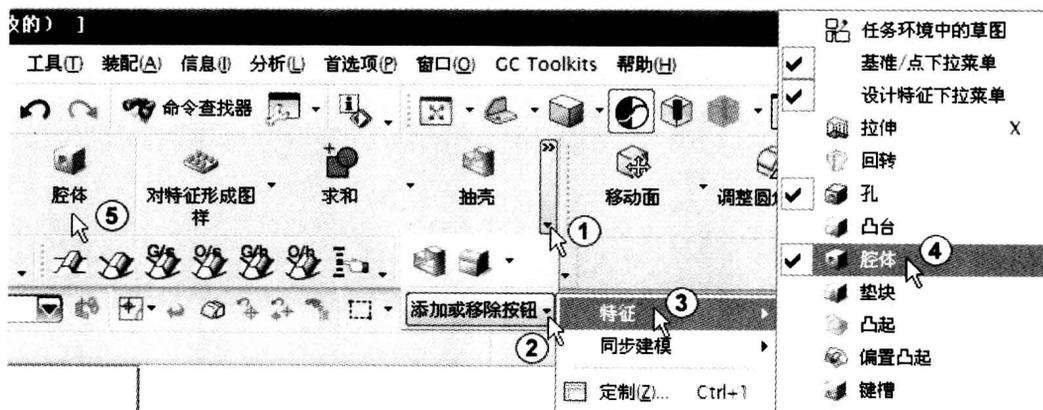

图 1-5 添加工具
(4) 调出工具栏上的图标。在工具栏中缺少某些工具，可以通过单击工具栏右下角的三角按钮，如图 1-5 中①和②所示，选择相应工具栏的名称，如图 1-5 中③所示，然后在弹出的菜单中选择需要的命令（打上钩），如图 1-5 中④所示，即可在工具栏中增加相应的命令图标按钮，如图 1-5 中⑤所示。如果要去掉某些命令按钮，也可以用同样的操作方法来完成。